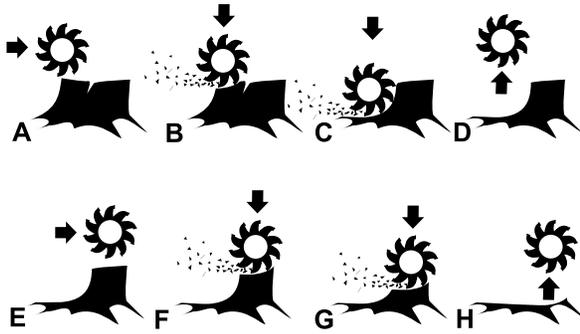

Figure 9
- Écartez le disque de coupe de côté (Figure 8), puis abaissez-le d'environ 1 à 2,5 cm (0,5 à 1 po) dans le coin supérieur avant de la souche. Déplacez le disque de coupe d'avant en arrière, en l'abaissant d'environ 1 à 2,5 cm (0,5 à 1 po) avant chaque déplacement, jusqu'à ce que la partie avant de la souche soit rabotée au niveau sol (A à D à la Figure 9).
7. Répétez les opérations 5 et 6 jusqu'à ce que la souche ait complètement disparue (E à H à la Figure 9).